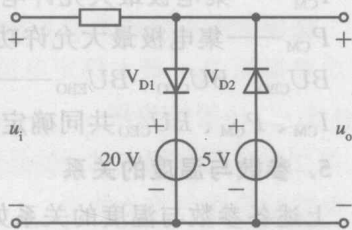

图 1-1 例 7 图
例 7 理想二极管电路如图 1-1 所示, 已知输入为正弦波 $u_i = 30 \sin \omega t$ (V), 试画出输出电压 u_o 的波形。